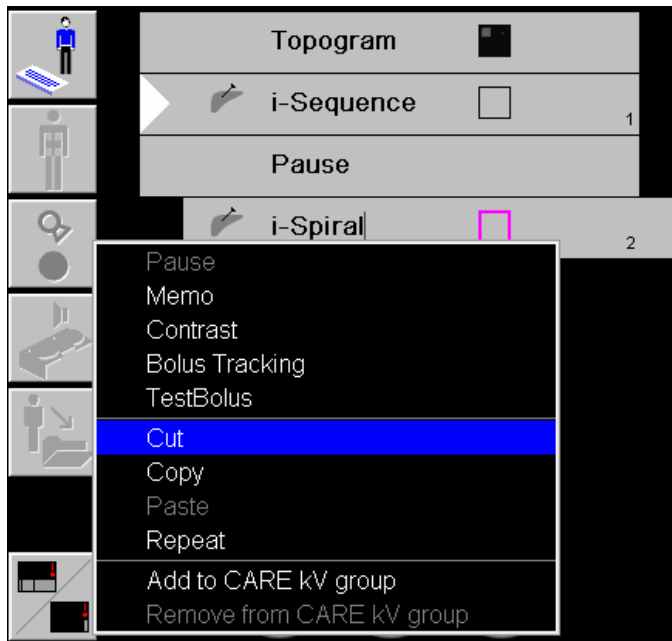

Abbildung 1: Beispiel für die Entstehung von Problem Nr. 2.
- 2.) Wenn während eines interventionellen Arbeitsablaufs die Funktion „Ausschneiden“ verwendet wird, kann es zum Absturz des Systems kommen. Dieses Problem gab es bereits in der vorherigen Softwareversion *syngo* CT VB10 und es wurde mit der Softwareversion *syngo* CT VB20 verbessert, aber leider nicht vollständig behoben. Es kann auftreten, wenn die folgenden Bedingungen erfüllt sind: Es wurde bereits eine interventionelle Untersuchung gestartet und entweder ein i-Sequenz- oder ein i-Fluoro-Scan geladen und mindestens einmal gescannt. Außerdem ist der Eintrag, der entfernt (ausgeschnitten) werden soll, ein interventioneller Eintrag und der letzte Eintrag im Planer. In dieser Situation führt die Menüoption „Ausschneiden“ zu einem Absturz des Systems. Nach dem Absturz der Software muss das System neu gestartet werden. Details siehe Abbildung 1 unten.